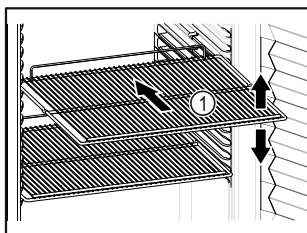

Fig. 31
- ❑ Wenn Abstellroste Fig. 31 (1) versetzbar sind, je nach Höhe anpassen.